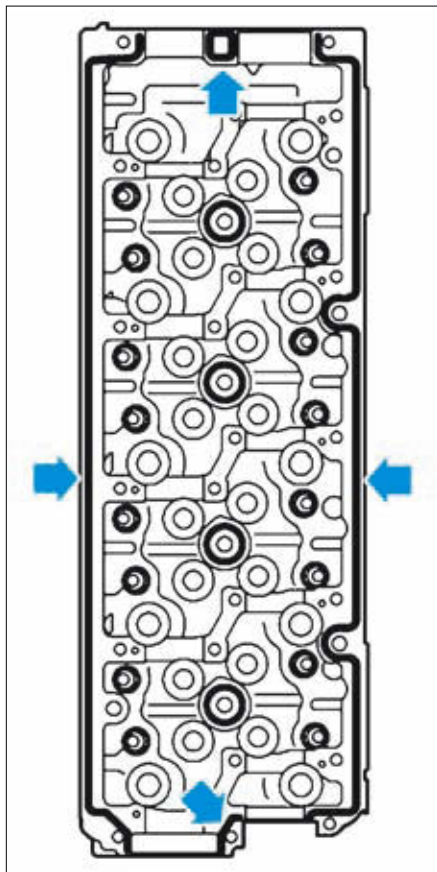

FIG. 76
- Effectuer des cordons d'étanchéité (flèches) sur le pourtour de la culasse (Fig.76).